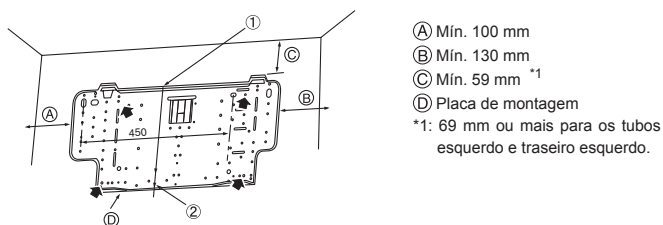

Fig. 3-3
▶ O dispositivo de montagem deve ser fixado nas duas extremidades e no centro, se possível. Nunca a fixe num único ponto nem de maneira não simétrica. (Se possível, fixe o dispositivo em todas as posições indicadas por uma seta escura.) (Fig. 3-3)